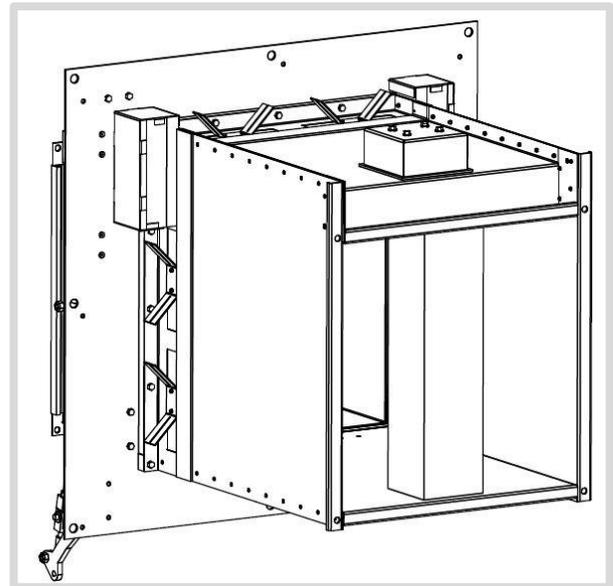

Abbildung 13
- In dem FIRESAFE® II K90 ist eine Transportsicherung (Abb. 13) zum Schutz der Absperrereinheit eingelegt. Diese muss zuerst entfernt werden.